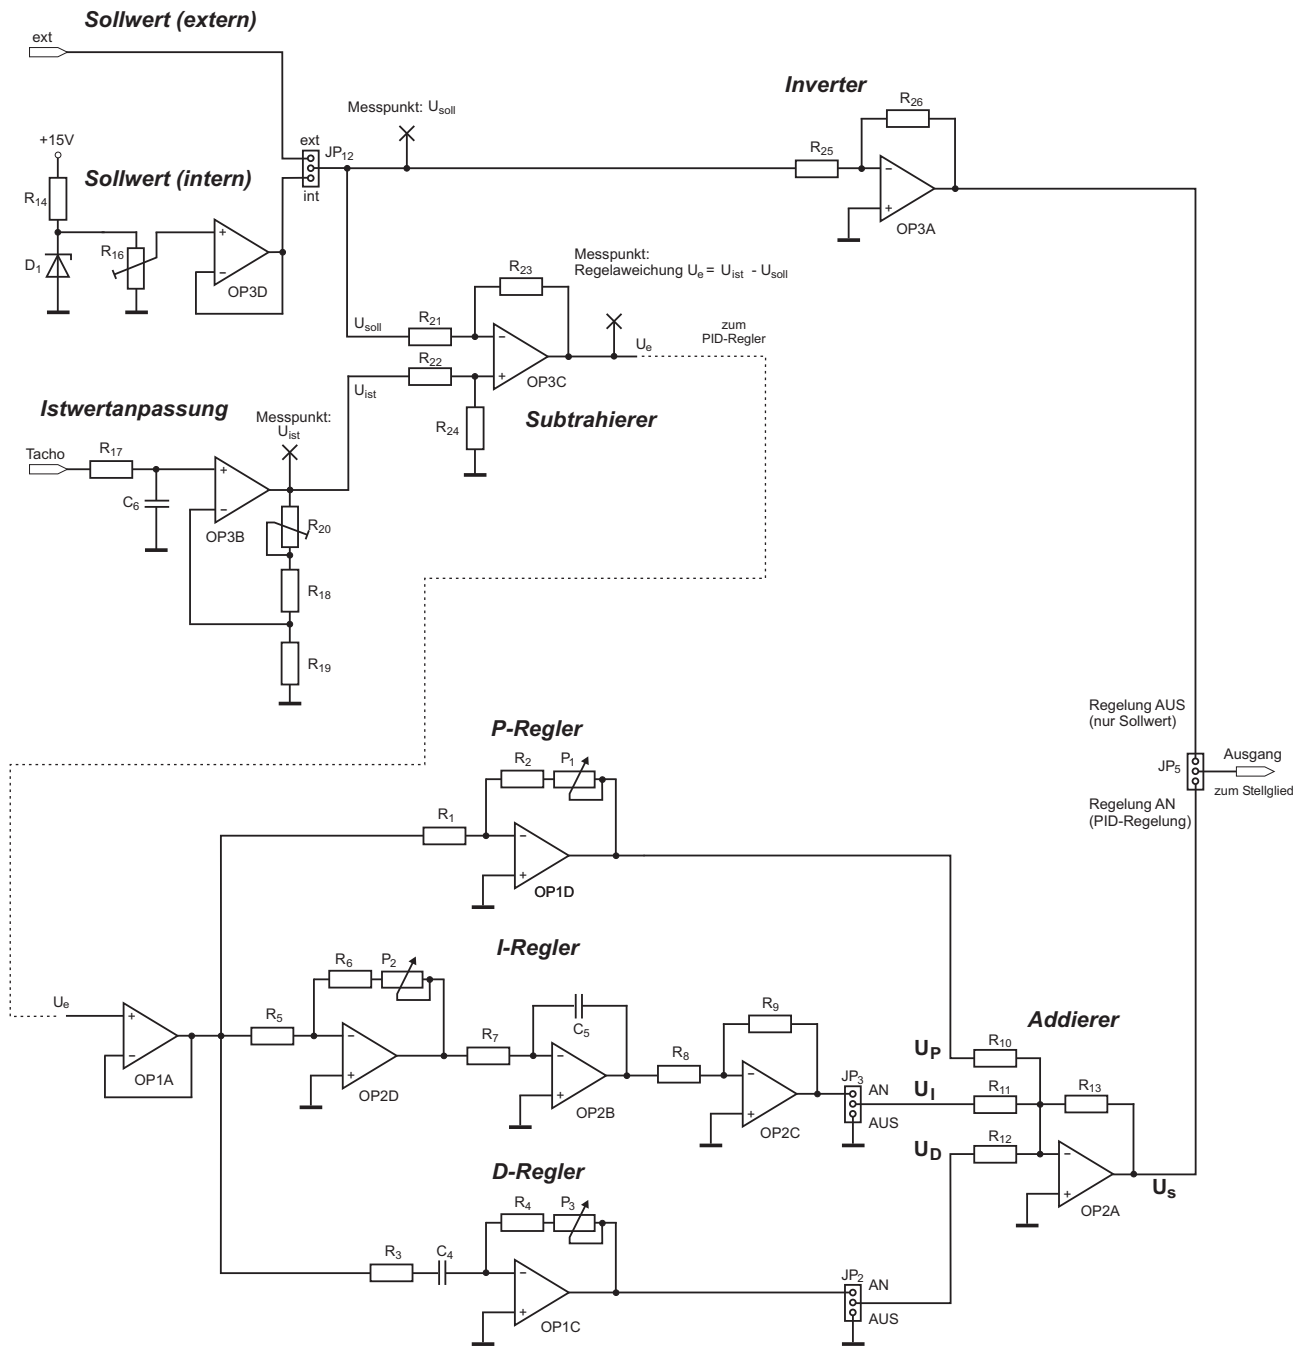

Abbildung 2.4: Schaltplan einer analogen Drehzahlregelung.
1. Im Kapitel „Grundlagen Teil II“, haben Sie verschiedene Grundsaltungen mit Operationsverstärkern kennengelernt. Wir wollen diese hier nicht im Einzelnen nachbauen, sondern eine komplexere Schaltung realisieren, die all diese Grundsaltungen beinhaltet: Eine PID-Regelung zur Drehzahlregelung eines Motors. Abbildung 2.4 zeigt den Schaltplan.